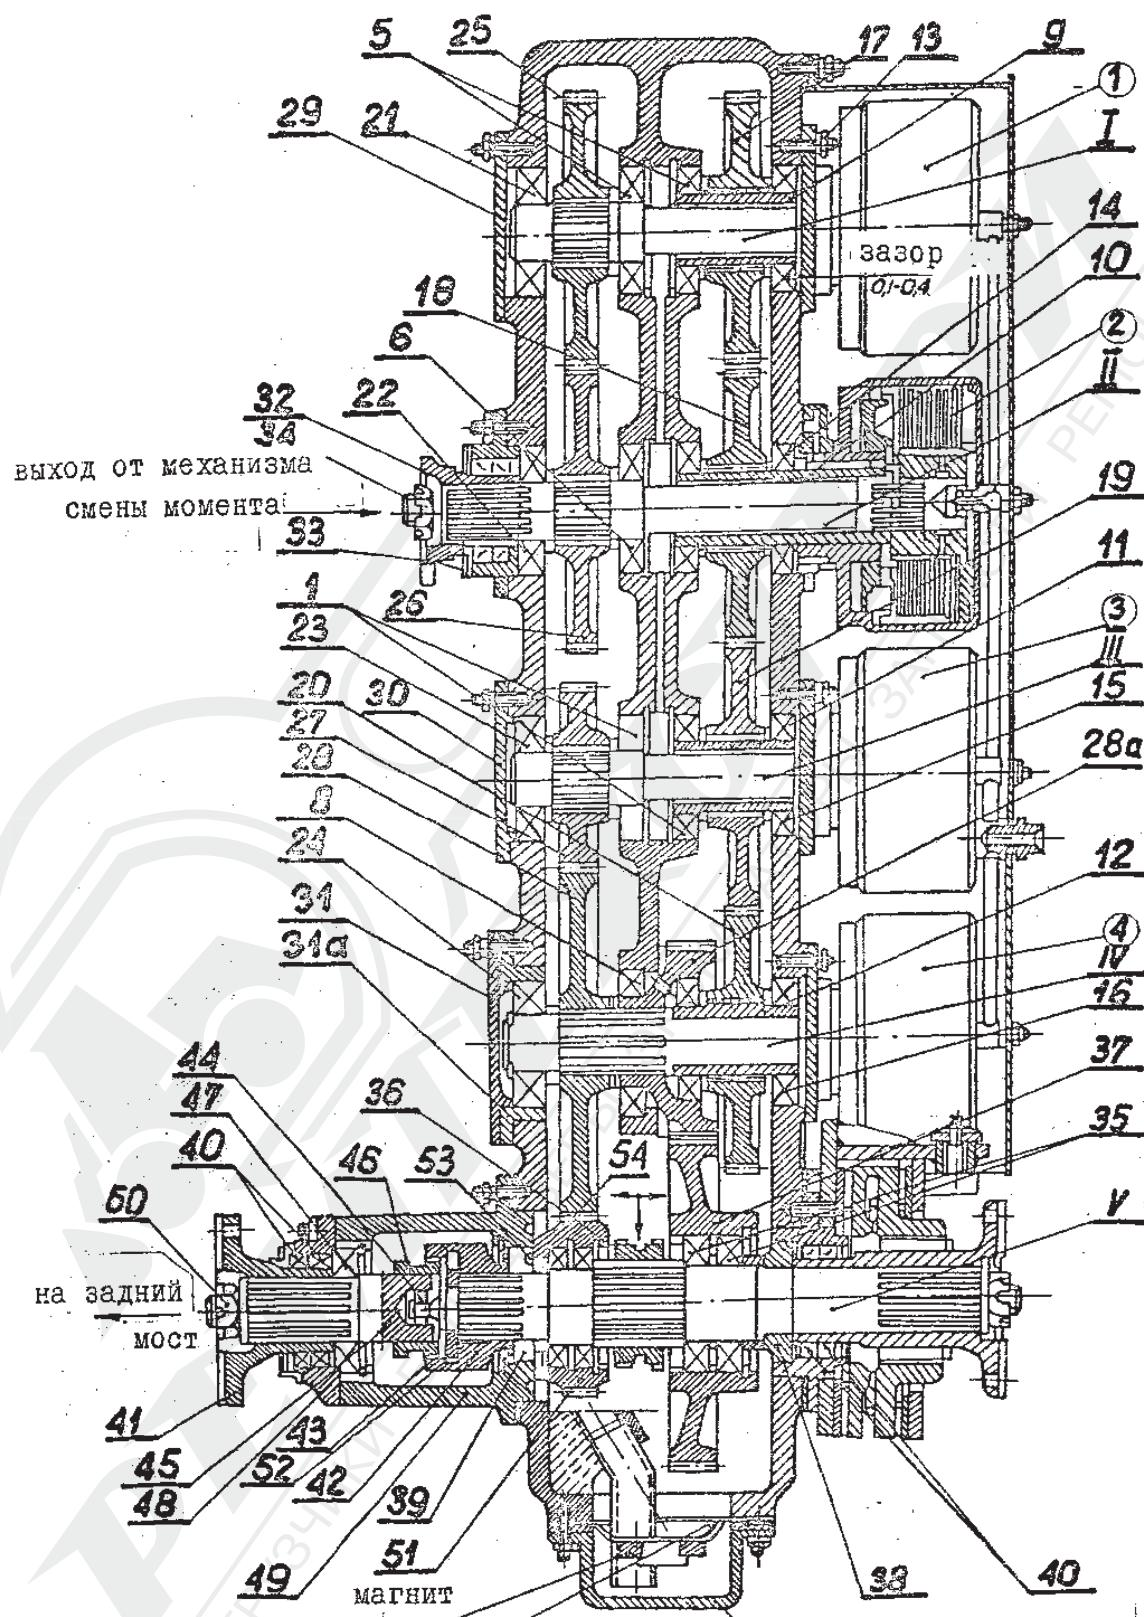

Рис. 2-6. Разрез коробки скоростей SB162 и SB165
б/ включены муфты назад и медленно, сцепление передвижного элемента 53 с колесом 51 /рис. 2-6/ вызывает езду на III скорости назад, а сцепление с колесом 57 на I скорости назад,
сцепление передвижного элемента 53 с колесом 51 /рис. 2-6/ вызывает езду на III скорости вперёд, а сцепление с колесом 57 - на I скорости вперёд, г/ включены муфты назад и быстро: сцепление поз. 5 /рис. 2-6/ с колесом 6 вызывает езду на IV скорости вперёд, а сцепление с колесом 3 - на второй скорости назад,
д/ включены муфты вперёд и быстро: сцепление передвижного элемента 53 с колесом 51 /рис. 2-6/ вызывает езду на IV скорости назад, а сцепление с колесом 37 на II скорости вперёд,
2.1.2.4. Работа коробки скоростей /рис. 2-6/
Разрез коробки скоростей показано на рис. 2-6. Привод от коробки скоростей передаётся на валик II после включения передвижного элемента 36, находящегося на валике V.